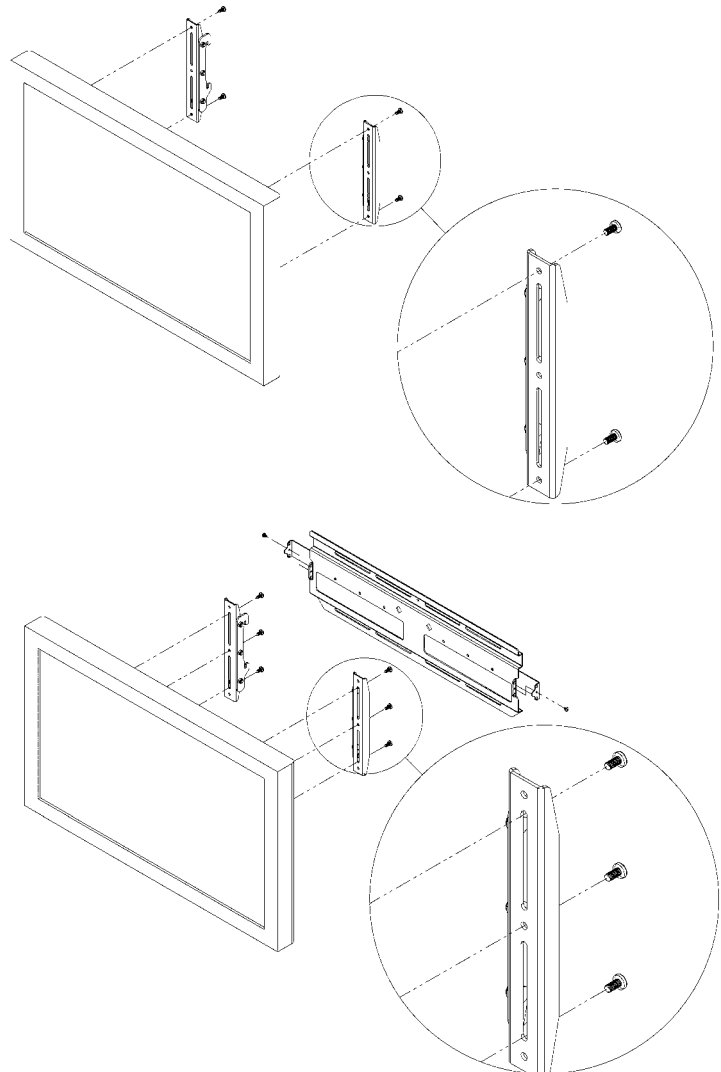

Figura 2. Coloque los brazos en la pantalla
1. Coloque los brazos intermedios (20 y 30) en la parte trasera de la pantalla, alineando los orificios con los insertos de montaje. Véanse las figura 2.
2. Asegure los brazos intermedios izquierdo y derecho (20 y 30) a la pantalla utilizando tornillos (40).